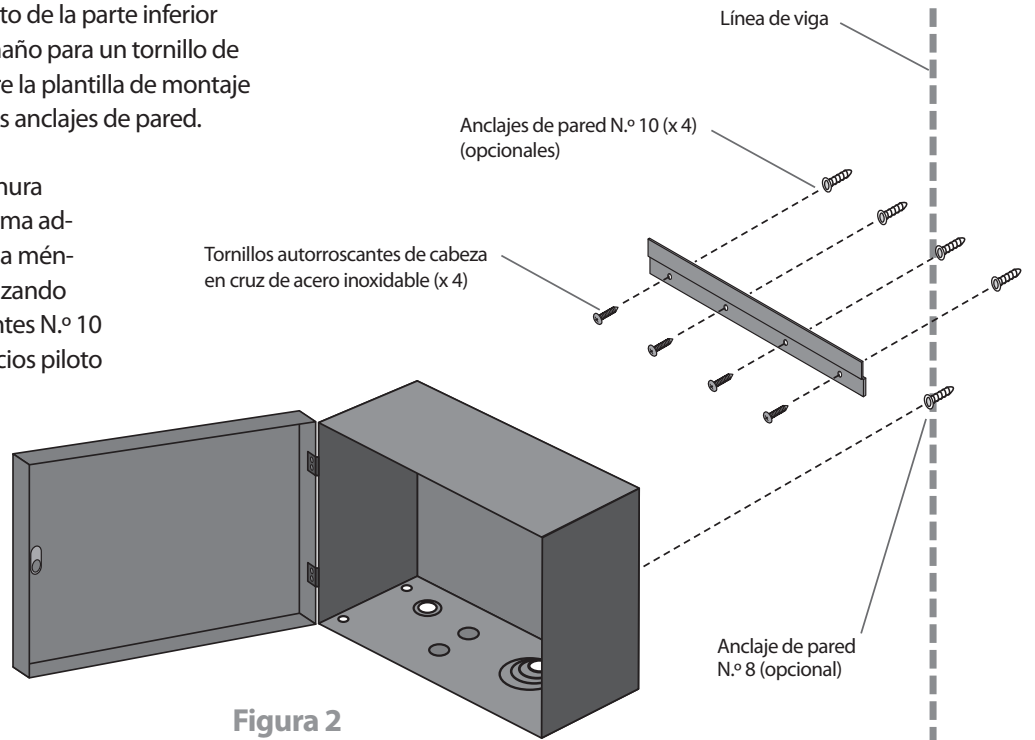

Figura 2
3. Asegurándose de que la ranura inferior esté alineada en forma adecuada con la viga, monte la ménsula colgante (incluida) utilizando cuatro tornillos autorroscantes N.º 10 (incluidos) a los cuatro orificios piloto principales (ver Figura 2).